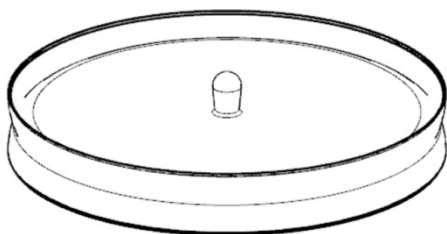

图 12-6 导入第二个零件
(10) 选取“菜单 | 文件 | 导入 | 部件”命令，在【导入部件】对话框中把“比例”设为 1.0，对“图层”选择“工作的”，“目前坐标系”选择“WCS”。
(11) 单击“确定”按钮，选取 pend1.prt，单击“OK”按钮。
(12) 在【点】对话框中输入 (0, 0, 0)，单击“取消”按钮，导入第二个零件，如图 12-6 所示。
(13) 选取“菜单 | 分析 | 测量距离”命令，在【测量距离】对话框中对“类型”选取“投影距离”，“指定矢量”选取“ZC↑”选项。